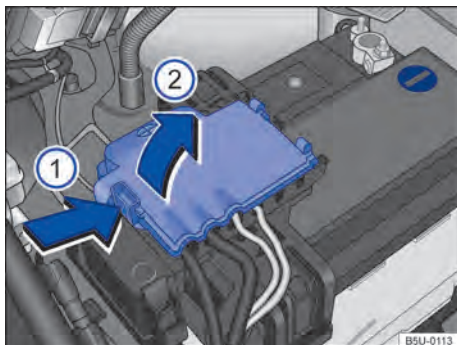

Fig. 200 Compartimento del motor: acceso al terminal positivo de la batería.
- Abrir la cobertura del polo positivo. Para abrir, presionar la traba en el sentido de la flecha → fig. 200 (1), plegar la cobertura hacia el costado en el sentido de la flecha (2).